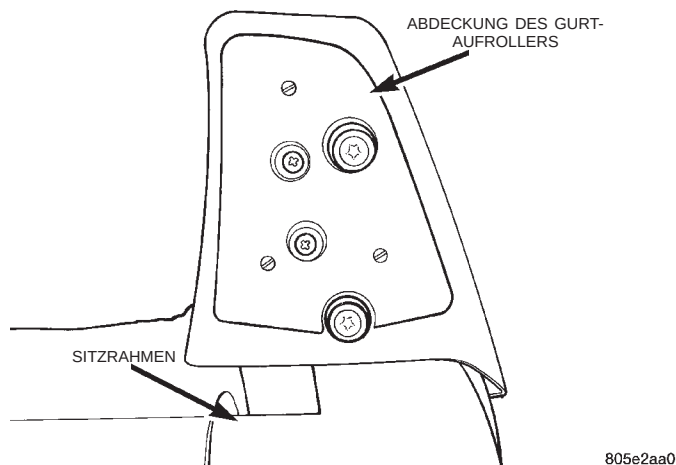

Abb. 54 Abdeckung des Gurtaufrollers
(4) Rückenlehnenbezug abziehen, um den Gurtaufroller freizulegen. Näheres hierzu siehe die entsprechenden Anleitungen in diesem Abschnitt.
(5) Abdeckung des Gurtaufrollers abbauen (Abb. 54).
(6) Befestigungsschrauben lösen und entsorgen, mit denen der Gurtaufroller am Sitzrahmen befestigt ist.
(4) Abdeckung des Gurtaufrollers anbauen (Abb. 54).
(5) Sitzbezug aufziehen. Näheres hierzu siehe die Anleitung in diesem Abschnitt.
(6) Untere Gurtverankerung mit der Befestigungsschraube am Sitzverstellmechanismus befestigen.
(7) Sicherstellen, daß der Sicherheitsgurt so verlegt ist, daß er bei Eingreifen in das Gurtschloß nicht verdreht ist.